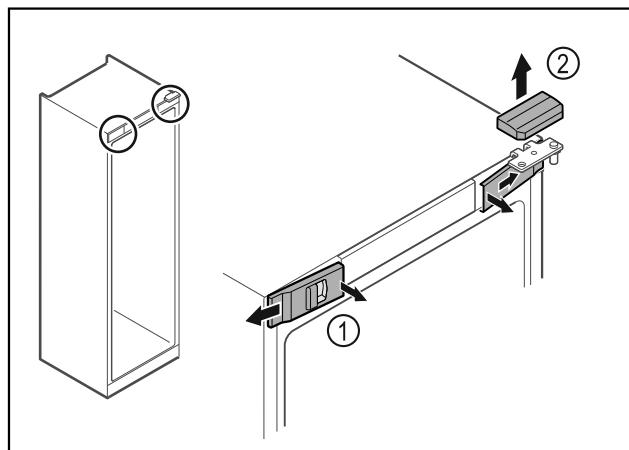

Fig. 9
- ▶ Odstíste zvnútra predné kryty Fig. 9 (1) a odoberte ich do strany.
- ▶ Odoberte horný kryt Fig. 9 (2) nahor.